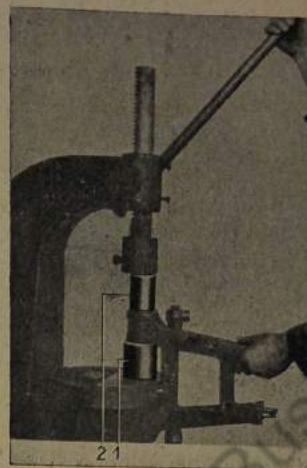

Bild 721: Metallgummi-Buchse herausdrücken
**Beachte:** Der Druckdorn (721/2) zum Auspressen muß genau auf der **äußeren** Buchse herausdrücken (Bild 721).